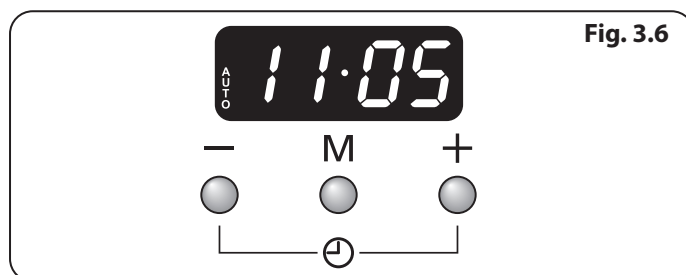

Fig. 3.6
3. Une fois l'« heure d'arrêt » atteinte, une alarme sonnera et le four s'arrêtera. Le mot AUTO clignotera à l'écran (**Fig. 3.6**).